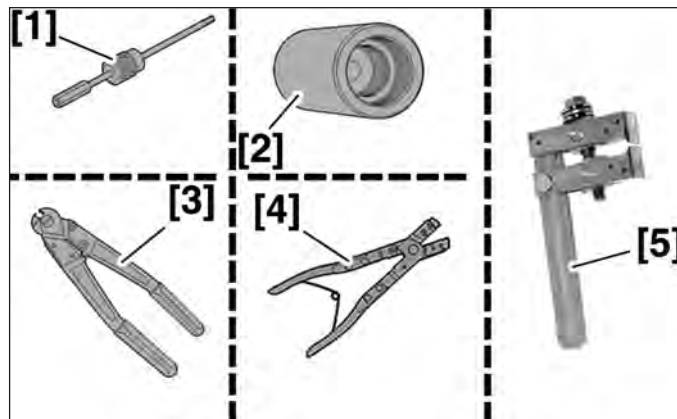

FIG.6
- [1]. Extracteur à inertie (référence. 0316-A) (Fig.6)